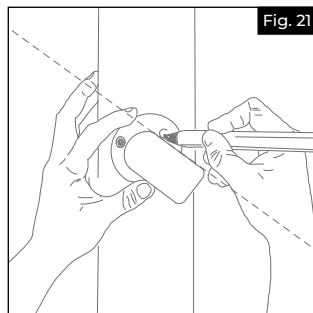

Fig. 21
- a. Alinear el retorno de poste con la línea del pasamanos y marcar las posiciones de los orificios de fijación (Fig. 21).